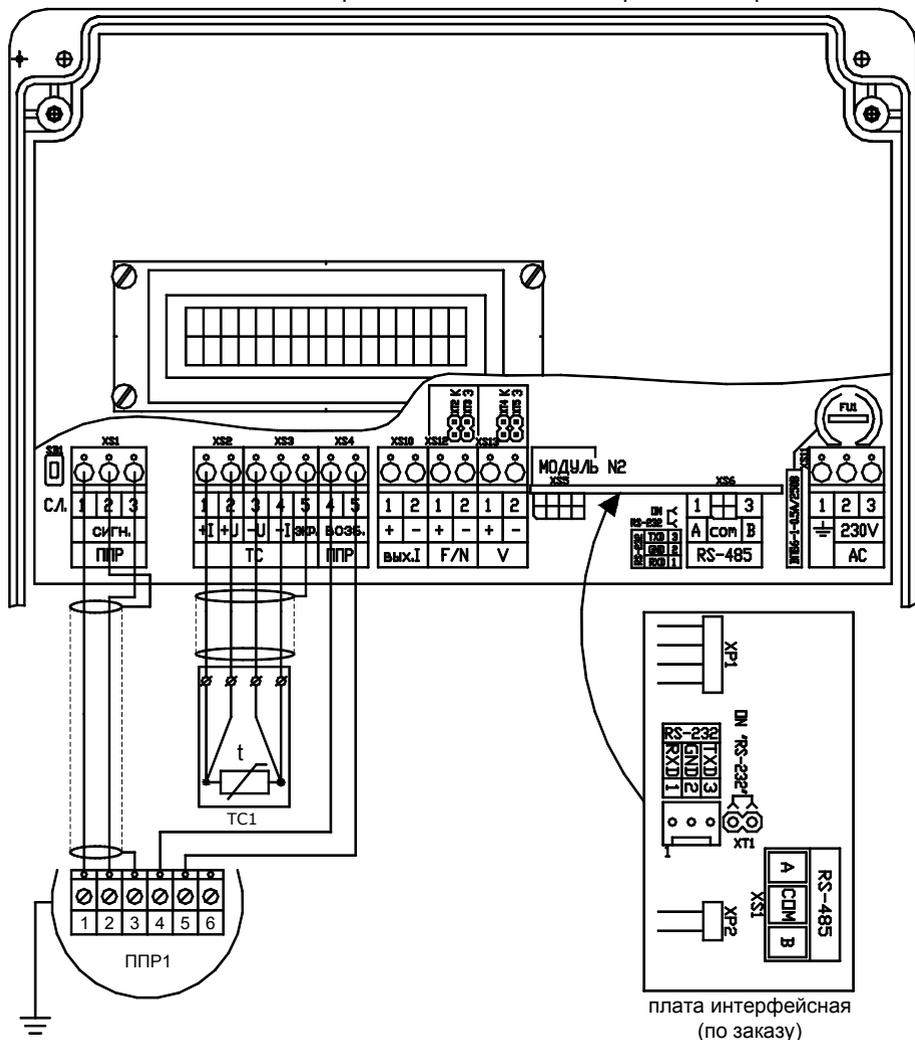

Рис. 8.9
8.7.2 Монтаж электрических цепей должен осуществляться в соответствии со схемой электрических соединений, приведенной на рис. 8.9.
8.7.6 Экран кабеля сигнальных линий должен быть надежно изолирован внешней оболочкой от трубы или металлорукава, в котором он прокладывается, и присоединен к ППР и ППМ в соответствии с рис. 8.9.
- 2) Выбор типа интерфейса (RS-232C или RS-485) осуществляется путем установки (снятия) джампера **ХТ1** на **плате интерфейсной** (см. рис. 8.9а):
Рис. 8.9а
Рис. 8.9б
3) Конфигурация выходных каскадов F/N и V выбирается путём установки/снятия джамперов XT2 (XT4), XT3 (XT5), расположенных за клеммниками F/N и V (см. рис. 8.9б, 8.9в, таблицу 8.2)
Рис. 8.9в
8.7.12 Подключение ТС к ППМ производится по 4-х проводной схеме в соответствии с рис. 8.9. Для подключения термопреобразователей к ППМ рекомендуется использовать кабели: КММ 4×0,35 мм2, ШВВП 4×0,5мм2, РПШ 4×0,5мм2, КУПР 4×0,5мм2 или СПОВ 4×0,5мм2. Во избежание дополнительных помех и наводок, а также механических повреждений кабелей линии связи ППМ с ТС рекомендуется также прокладывать в стальных заземленных трубах или заземлённых металлорукавах. При использовании кабеля КММ 4×0,35 мм2 экранирующую оплетку кабеля подключить к контакту 5 «экр.» зоны подключения ТС.
8.8.2 Выбор типа интерфейса (RS-232C или RS-485) осуществляется путем установки (снятия) джампера **ХТ1 на плате интерфейсной** (см. примечания рис. 8.9а):
8.9.2 Проверить правильность монтажа электрических цепей в соответствии с электрической схемой подключения, приведенной на рис. 8.9.